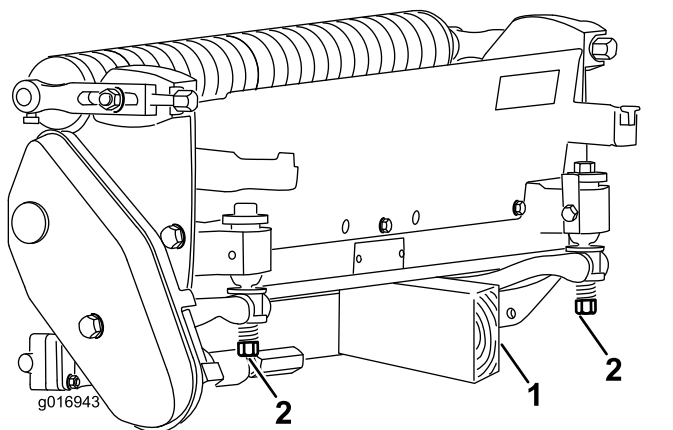

图8
当您需要翻转滚刀组以露出底刀/滚刀时应支撑住滚刀组的后部确保底刀架调节螺丝后端的螺母不会接触工作表面 **图8**。
**注意** 确保底刀架调节螺丝后端的螺母不与工作表面接触 **图8**。